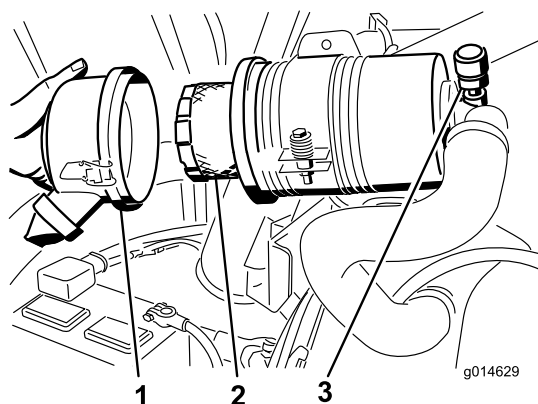

Figura 51
3. Retire e substitua o filtro (Figura 51).